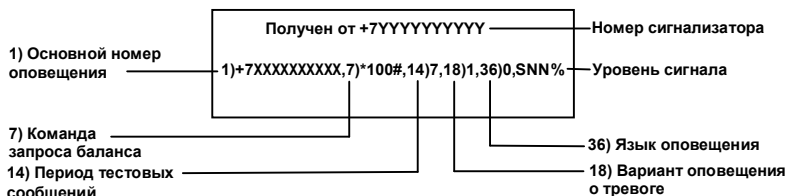

Рис.8 Пример SMS с настройками
Сигнализатор отправляет на номера «1sms» ... «6sms» сообщения о тревоге (рис.5). На номер «1sms» так же приходят сообщения с настройками (п.2.4, рис.8), тестовые сообщения содержащие баланс и сообщения об автовозврате в режим «Охраны» (рис.6).
4. По окончании одной минуты после последнего звонка, сигнализатор на основной номер отправит SMS с настройками (рис. 8) и перейдет в режим «Охраны».